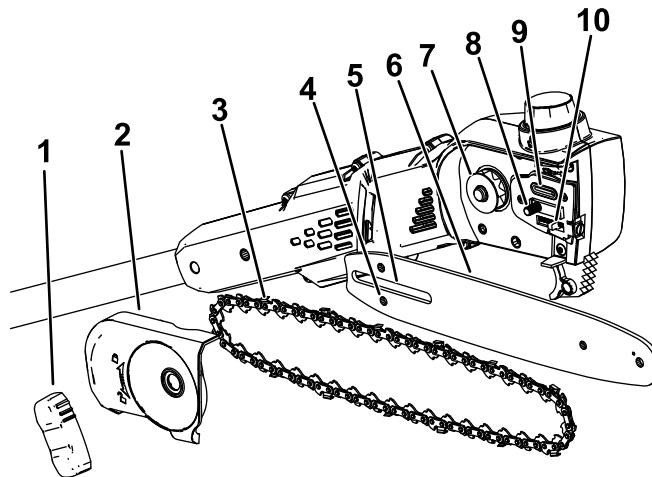

Figura 3
2. Retire la cubierta lateral; gire el pomo de la cubierta en sentido antihorario hasta que el pomo quede libre, y luego retire la cubierta lateral (Figura 3).
5. Coloque el bucle abierto de la cadena (la parte que no está montada en la espada) alrededor del piñón de arrastre de la sierra de pértiga (Figura 3).
Importante: Asegúrese de introducir el espárrago de ajuste de la cadena en la ranura del espárrago de ajuste de la cadena de la espada (Figura 3).